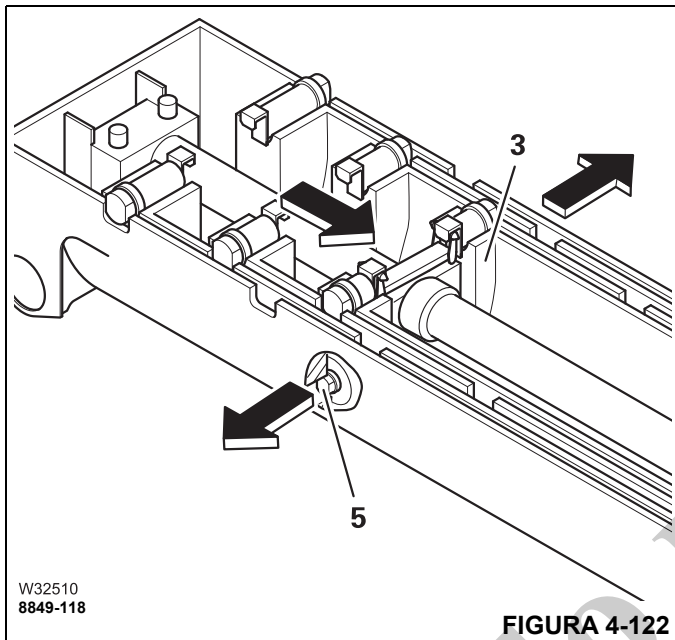

FIGURA 4-122
El cilindro telescópico se mueve en la sección que se va a telescopizar, por ejemplo, sección telescópica III (3), (Figura 4-122).
Los pasadores de bloqueo del cilindro (5), (Figura 4-122), se extienden: el cilindro telescópico se bloquea.